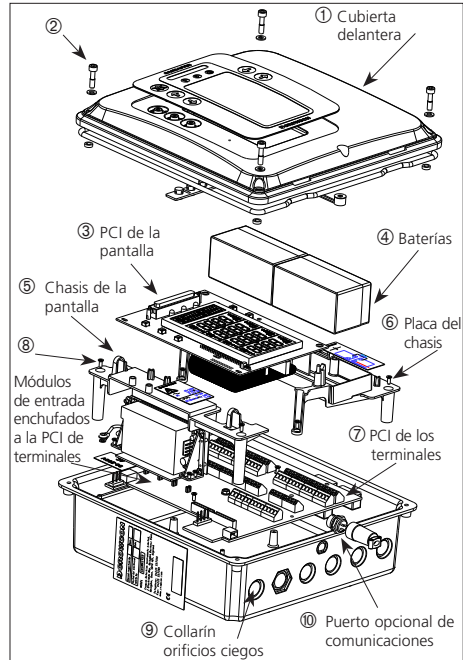
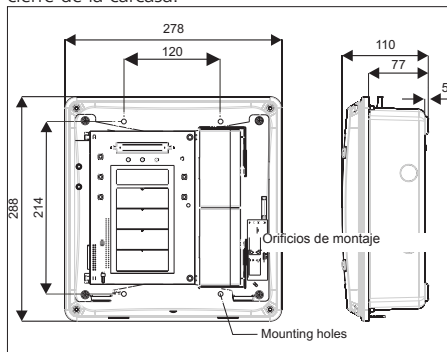

Figura 2.1 Perspectiva estallada del Gasmaster
Figura 2.3 Vista dimensional del Gasmaster con sus orificios de montaje
La figura 2.1 presenta la disposición interna de un sistema Gasmaster. La cubierta delantera ① se desprende extrayendo los cuatro tornillos ② y desconectando con cuidado el conector bipolar del emisor acústico de la placa de circuitos impresos (PCI) de la pantalla ③. La cubierta delantera puede dejarse sujeta a la carcasa utilizando uno de los tornillos de sujeción o retirarse completamente y colocarse en un lugar seguro. Dos chasis separados sostienen la placa de la pantalla ③ y las baterías ④. La PCI de los terminales ⑦ contiene los módulos de las entradas y todos los terminales de entrada y salida. La PCI de la pantalla ③ se conecta a la PCI de los terminales ⑦ mediante un conector de cinta de 50 vías, y va articulada por su lado izquierdo a fin de poder desplazarla para acceder a los terminales de entrada del detector. La mayor parte de terminales quedan accesibles una vez movida la PCI de la pantalla y extraídas las baterías. En caso necesario se pueden retirar los dos chasis a fin de permitir un mejor acceso a los terminales. Para retirar el chasis de la pantalla se debe desconectar antes con cuidado el conector de cinta de la PCI de la pantalla. La reconexión de la PCI de la pantalla debe efectuarse con cuidado, para no dañar el conector o el cable de cinta.
La figura 2.3 presenta una vista dimensional del Gasmaster. Para acceder a los puntos de montaje, desmonte primero la cubierta delantera desatornillando las sujeciones ② de la figura 2.1. Retire con cuidado el conector del emisor acústico de la PCI de la pantalla. La cubierta debe depositarse en un lugar seguro. Se recomienda situar manualmente el Gasmaster en la ubicación deseada y marcar con un lápiz las posiciones de los orificios de montaje.